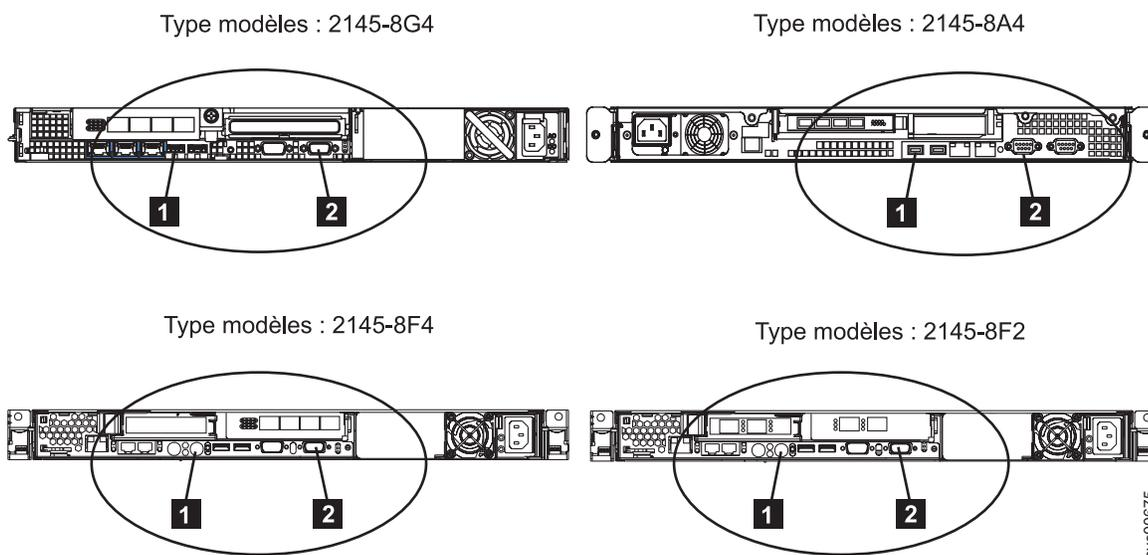
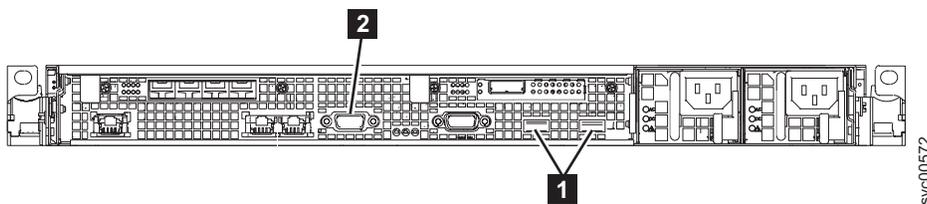

Figure 96. Ports clavier et écran sur les modèles SAN Volume Controller 2145-8G4, 2145-8A4, 2145-8F4 et 2145-8F2
Figure 97. Ports clavier et écran sur le système SAN Volume Controller 2145-CF8
- b. Connectez le clavier **1** et l'écran **2**. La figure 96 indique l'emplacement des ports clavier et écran. La figure 97 indique l'emplacement des ports clavier et écran sur le modèle 2145-CF8.